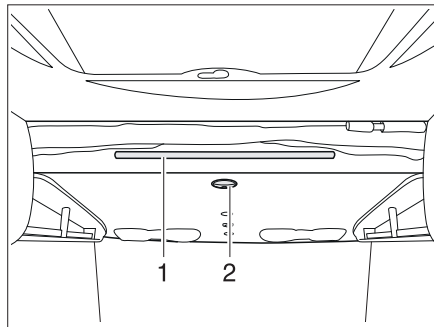

Fig. 131 Lit escamotable électrique
- Tourner la poignée (Fig. 131,2) à la face inférieure du lit escamotable.
- L'échelle de montée doit être accrochée par les deux étriers à la tige de retenue (Fig. 131,1) se trouvant sur le lit escamotable.